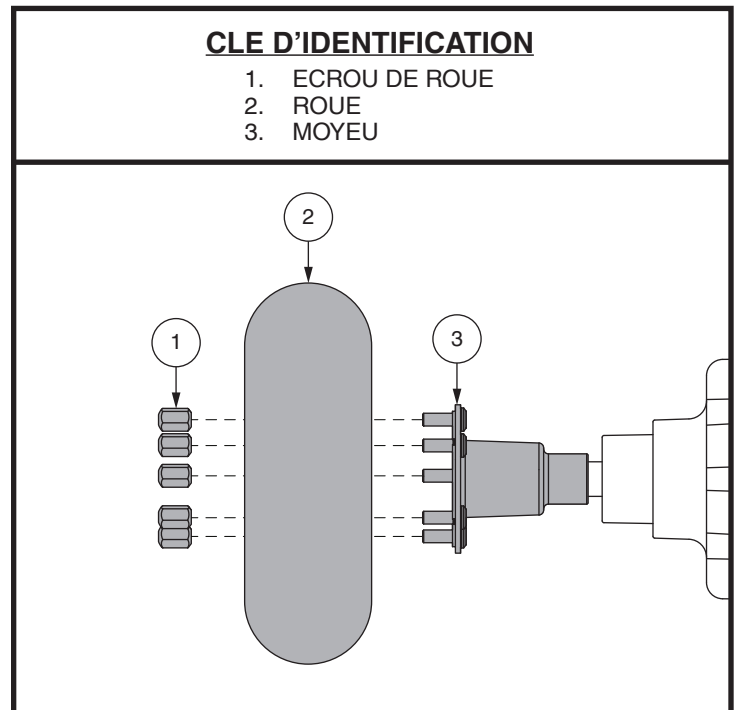

Figure 28. Enlèvement de la roue motrice
4. Retirez les écrous de roue du moyeu. **Voir la figure 28.**